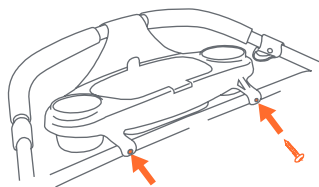

Fig. 7b
• Sujete la parte inferior de la bandeja para padres al tubo transversal, con los tornillos provistos (Fig. 7b).